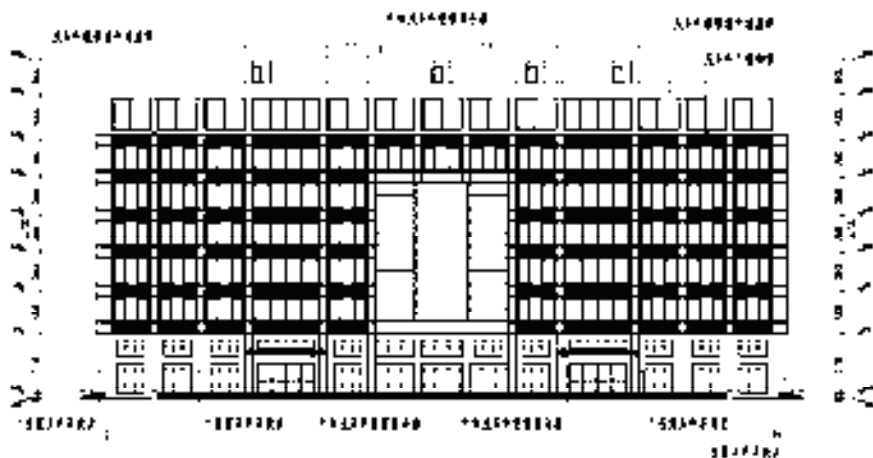

图 15-160 删除尺寸
- 3) 调用“删除”命令，删除最里面的细部尺寸，如图 15-160 所示。